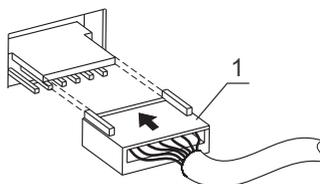
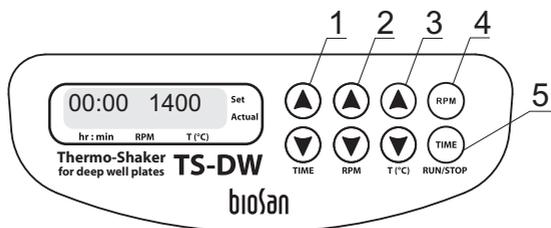
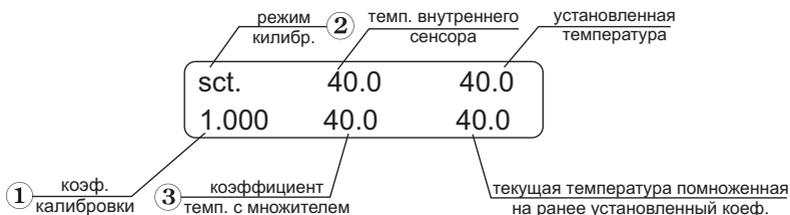

Рис. 1. Подключение термоблока
Рис. 2. Панель управления
Рис. 4 Панель управления в режиме калибровки
- выбрав термоблок, подсоединить штекер к разъему согласно схеме на рис. 1. Убедиться, что разъем установлен плотно, до упора;
Отсоединить прибор от внешнего блока питания. Открутить 4 винта на нижней части термоблока. Снять термоблок, не повредив кабель, и отсоединить разъем (рис. 1/1). Установить термоблок согласно пункту 3.4.
- 4.3. **Установка времени (TIME).** С помощью соответствующих кнопок ▲ и ▼ (рис. 2/1) установить необходимый интервал времени в часах и минутах (шаг – 1 мин.). Если кнопка удерживается нажатой более 3 с, скорость смены значений увеличивается.
- 4.4. **Установка скорости (RPM).** С помощью соответствующих кнопок ▲ и ▼ (рис. 2/2) установить необходимую скорость (шаг – 10 об/мин). Если кнопка удерживается нажатой более 3 с, скорость смены значений увеличивается.
- 4.5. **Установка температуры (Т, °С).** С помощью соответствующих кнопок ▲ и ▼ (рис. 2/3) установите необходимую температуру (шаг – 0.1 °С). Если кнопка удерживается нажатой более 3 с, скорость смены значений увеличивается.
- 4.7. Нажать кнопку **RPM-RUN/STOP** (рис. 4/4). При этом начинается движение платформы, и таймер начнет отсчет установленного интервала времени (с точностью до 1 мин.).
- 4.10. При необходимости можно перезапустить таймер во время работы. Для этого дважды нажать кнопку **TIME-RUN/STOP** (рис. 4/5) (первый раз для остановки таймера, второй – для повторного запуска).
Внимание! По истечении заданного интервала времени движение термо-блока прекращается автоматически, но термостатирование можно отключить, только сокращая температуру кнопкой T (°C) ▼ (рис. 2/3, нижняя кнопка) до появления индикации OFF в верхней части дисплея (T, °C – Set).
- 5.2. Для введения калибровочного коэффициента надо активировать калибровочный режим – для этого клавишу **TIME-RUN/STOP** (рис. 1/5) держите нажатой дольше 8 с. На дисплее появится калибровочный коэффициент, как показано на рис. 4/1.
- 5.3. Чтобы восстановить заводские установки, с помощью клавиш **Temp. ▲** и **▼** (рис. 2/3) установите значение 1,000, как показано на рис. 4/1.
- 5.4. Чтобы выйти из калибровочного режима, нажмите клавишу **RPM-RUN/STOP** один раз (рис. 2/4).
- 5.9. Держите клавишу **TIME-RUN/STOP** (рис. 2/5) нажатой более 8 с, чтобы активировать режим калибровки. Дисплей будет показывать параметры, изображенные на рис. 4.
- 5.10. Чтобы установить новое значение температуры, используйте показания коэффициента температуры с множителем (рис. 4/3).
С помощью клавиш **Temp. ▲** и **▼** (рис. 2/3) измените коэффициент калибровки (рис. 5A/1) так, чтобы новое значение температуры (рис. 5A/2) соответствовало температуре независимого сенсора. В нашем примере коэффициент калибровки будет равен 0,974 (в диапазоне: от 0,936 до 1,063; с шагом 0,001).
- 5.11. После калибровки нажмите клавишу **RPM-RUN/STOP** (рис. 2/4) один раз, чтобы сохранить изменения и выйти из калибровочного режима.
- 5.12. Дисплей покажет калиброванную температуру, как это показано на рис. 4В/3, и прибор продолжит термическую стабилизацию согласно ранее установленной температуре.